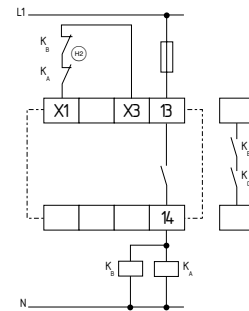

Fig. 11
**Comando de dois canais (ver Fig. 11)**